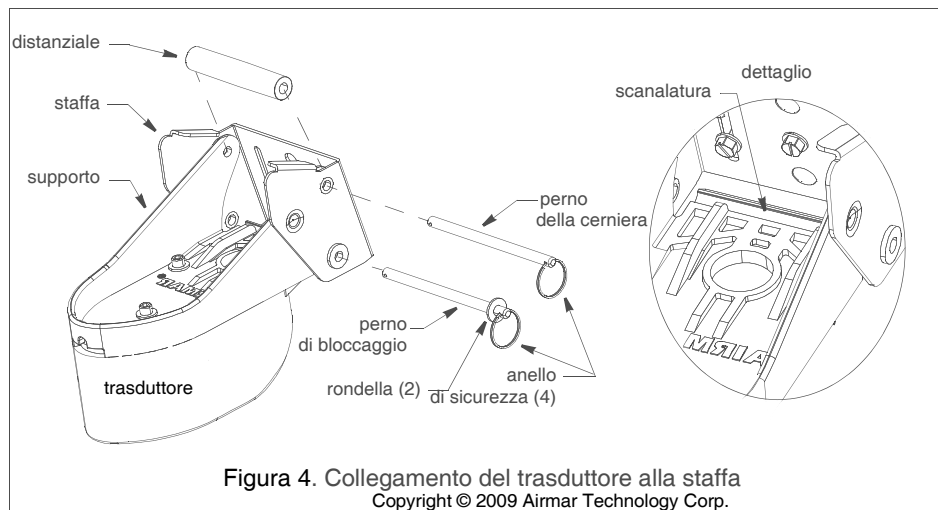

Figura 4. Collegamento del trasduttore alla staffa
3. Stringete le viti con la chiave di Allen da 3/16" fornita. Collegate un anello di sicurezza a un'estremità di ciascun perno. (Figura 4).
2. Staccate il gruppo del trasduttore dalla staffa rimuovendo il perno di bloccaggio e il perno della cerniera (Figura 4). Trattenete con il/i tassello/i a staffa in posizione contro lo specchio di poppa nel punto contrassegnato. Tracciate una "X" a 12mm (1/2") dalla sommità e dal fondo di ciascuna fessura (Figura 6).
- Per evitare infiltrazioni d'acqua nello specchio di poppa, applicate il sigillante marino alle filettature di quattro delle viti a rondella con testa esagonale. Verificando che il/i tassello/i sia/no in posizione, avvitate la staffa allo scafo utilizzando una chiave a tubo (Figura 4). *Per il momento non stringete le viti.*
Per accedere liberamente alle viti, staccate il gruppo del trasduttore dalla staffa (Figura 4). Al momento di ricollegare, verificate di includere il distanziale.
- Stringete la vite stabilizzatrice nella sua posizione con una chiave a tubo. Per accedere liberamente alla vite, staccate il gruppo del trasduttore dalla staffa (Figura 4). Al momento di ricollegare il trasduttore, verificate di includere il distanziale.